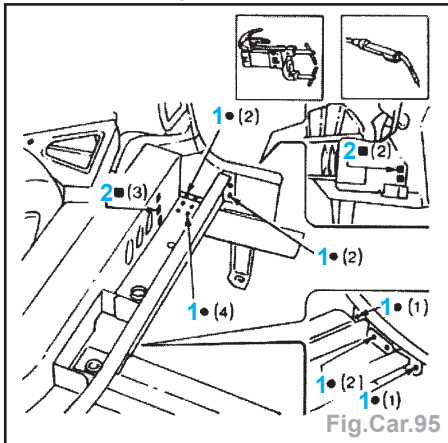

Fig.Car.95
- Effectuer des soudures (Fig.Car.95) :
- par points (1),
- en remplissage (2) dans les trous,